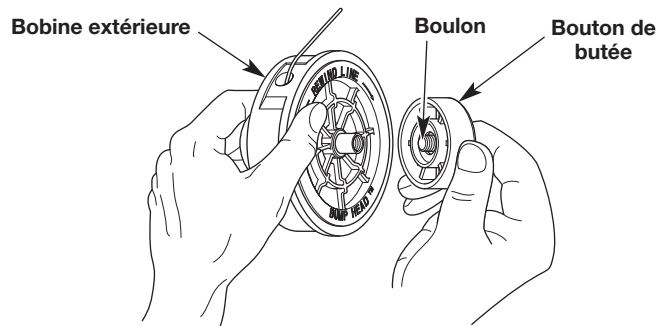

Fig. 11
1. Tenez la bobine extérieure d'une main et dévissez le bouton de butée dans le sens horaire inverse (Fig. 11).